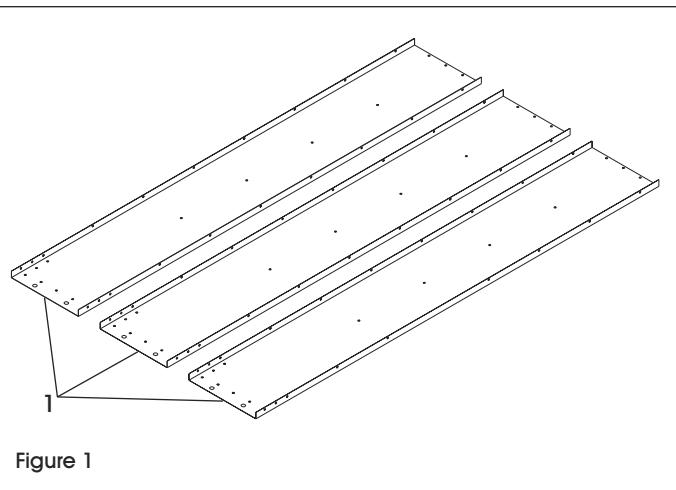

Figure 1
1. Placez les panneaux arrière (1) sur une surface plane protégée, brides vers le haut. (Voir Figure 1)